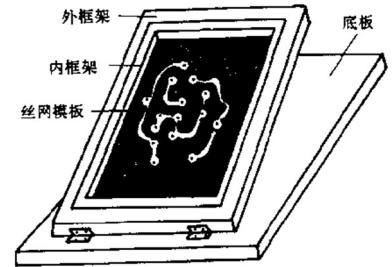

图 6-3-1 丝网漏印
(1) **丝网漏印** 如图 6-3-1 所示，虽是一种古老的工艺，但由于具有操作简单、生产效率高、质量稳定和成本低廉等优点，所以，广泛用于印制板制造，现由于该法在工艺、材料、设备上都有突破，能制出 0.2mm 的导线。缺点是精度比光化学法差，要求工人具有熟练操作技术。丝网漏印技术包括丝网的准备，丝网图形的制作和漏印三部分。